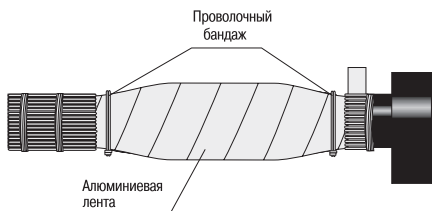

Рисунок 13
4.21 Сверху стеклоленты обернуть алюминиевую ленту (фольгу) с 50%-ным перекрытием. Лента должна плотно прилегать к поверхности муфты. По краям алюминиевую ленту закрепить бандажом из 2–3 витков проволоки (рисунок 13).